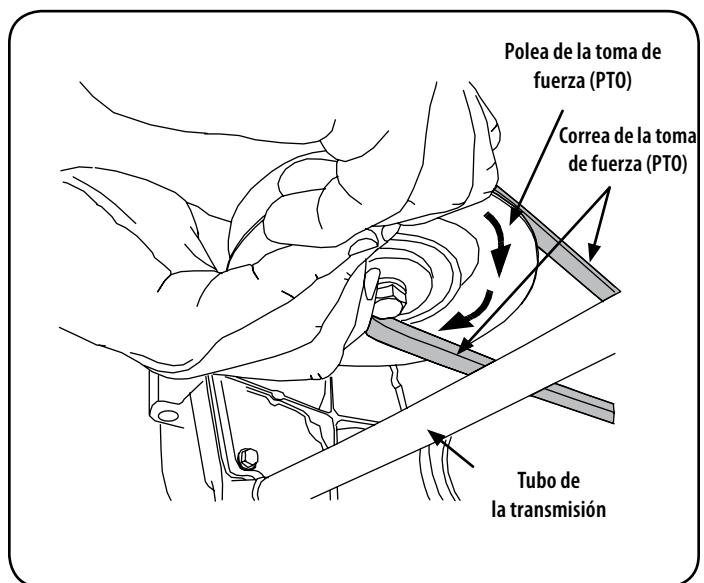

Figura 35
- Mientras sostiene la correa hacia abajo, siga girando la polea de la PTO hasta que la correa se deslice fuera de la polea. Consulte la Figura 35.
5. Tire del lado derecho de la correa hacia atrás y coloque el lado V angosto de la correa en la polea de la PTO. Vea la Figura 35.
6. Mientras sostiene la correa y la polea juntas, rote la polea hacia la izquierda (Vea la Figura 35). Siga sosteniendo y rotando la polea y la correa hasta que la correa se enrolle totalmente en la polea de la PTO.